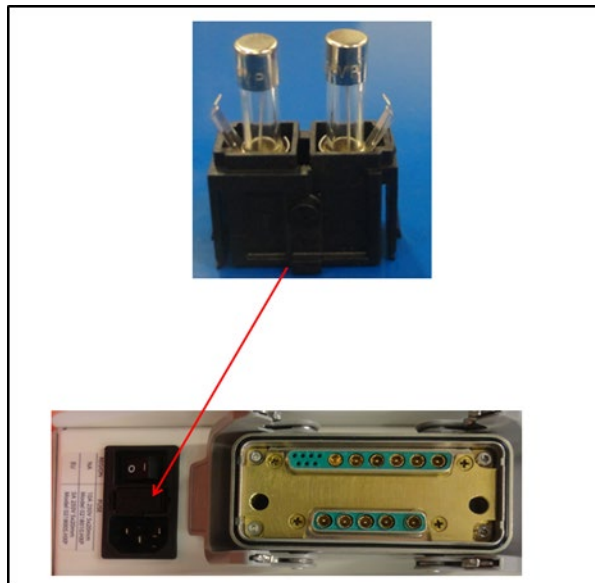

Bild 14 : Säkringsdosans placering
5. Sätt tillbaka säkringsdosan i nätaggregatet med skåran på höger sida (*Bild 14*).